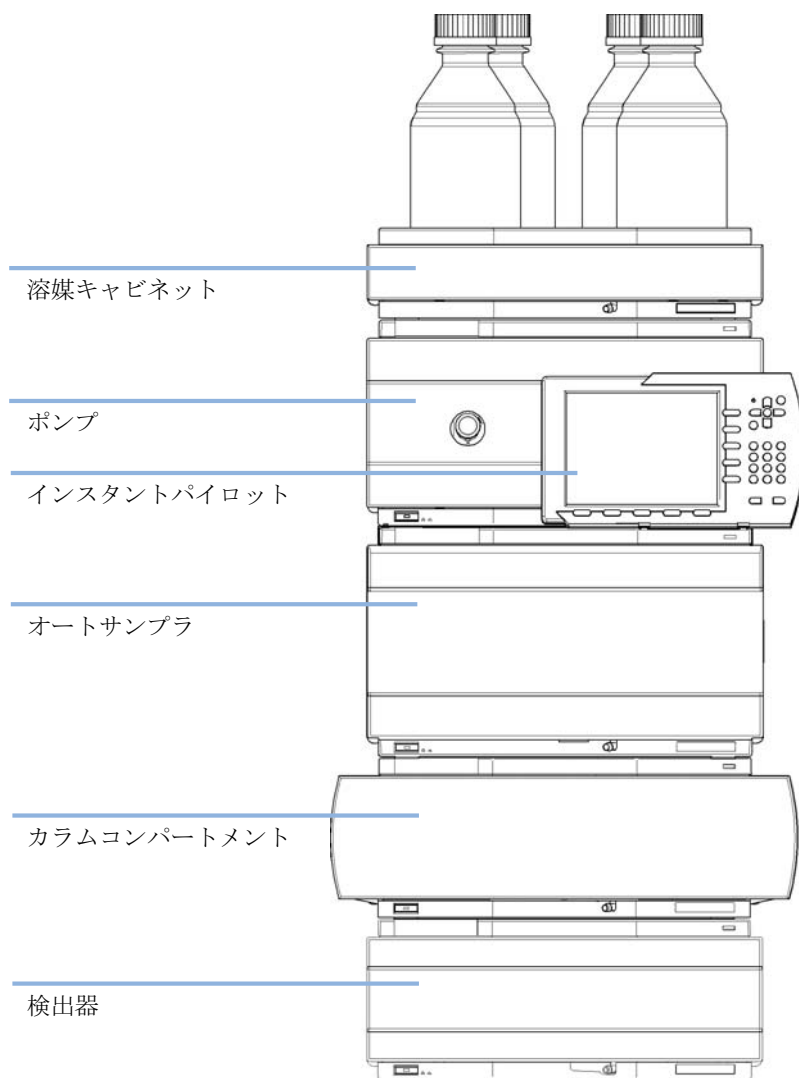
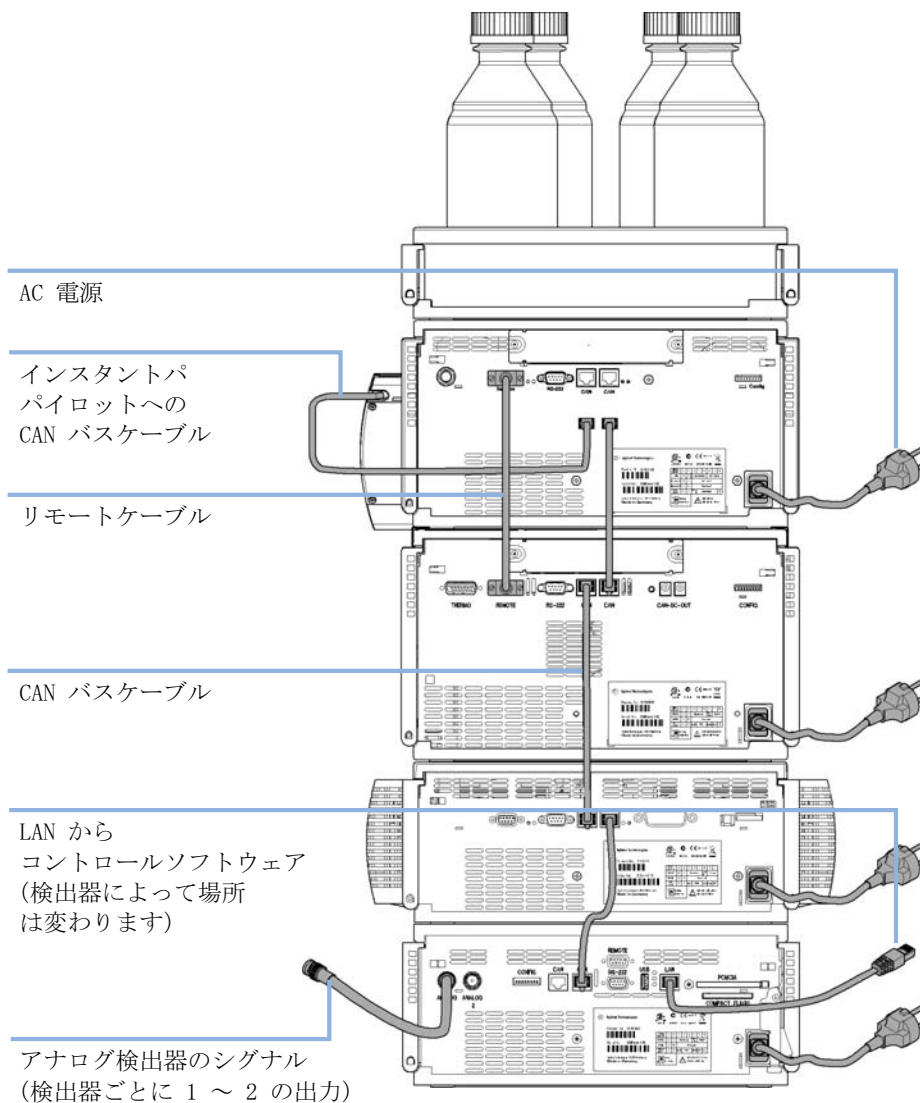

図 6 1260 Infinity の推奨スタックコンフィギュレーション（前面図）
図 7 1260 Infinity の推奨スタックコンフィグレーション (背面図)
Agilent 1260 Infinity LC システムのモジュールを以下の構成（『37 ページ 図 6』および『38 ページ 図 7』を参照）で設置し、確実に最適な性能が得られるようにしてください。このコンフィグレーションでは、ディレイボリュウムを最小限に抑えるために流路が最適化され、必要な設置スペースが最小になります。
- 1 『37 ページ 図 6』に示したスタックコンフィグレーションで個々のモジュールを設置します。
- 4 CAN ケーブルを隣のモジュールの CAN コネクタに接続します（『38 ページ 図 7』を参照）。
- 1 『37 ページ 図 6』 に示したモジュールのスタックでデガッサを設置します。
- 5 APG ケーブルをポンプの APG リモートコネクタに接続します（『38 ページ 図 7』 を参照）。